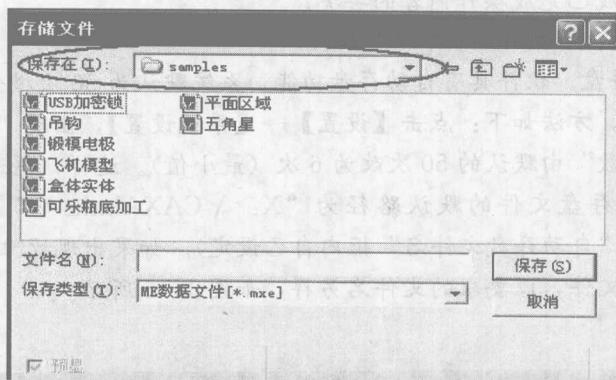

图 1-2 存储文件
2. 点击保存按钮, 出现“存储文件”对话框, 如图 1-2 所示。